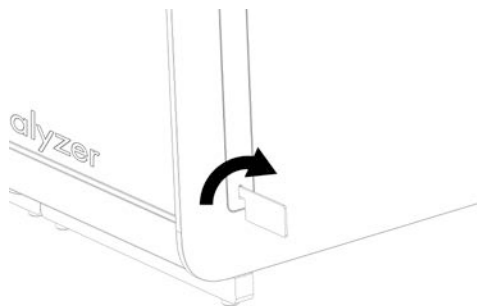

Figura 5. Remoção de tampas protetoras.
2. Remova as tampas protetoras da parte lateral do módulo analítico, utilizando a ferramenta de remoção de tampa protetora fornecida com o QIAstat-Dx Analyzer 1.0 (Figura 5, página seguinte).